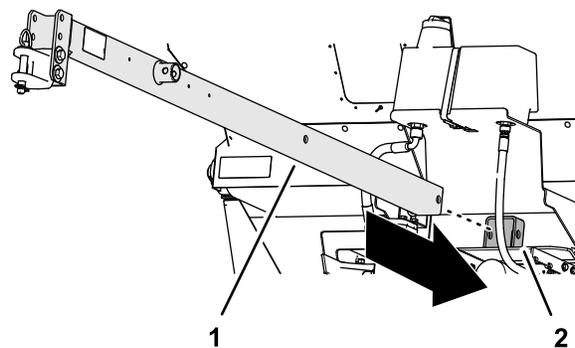

Рисунок 3
1. Вставьте дышло в переднюю приемную трубу, через раму машины и в заднюю приемную трубу (Рисунок 3).